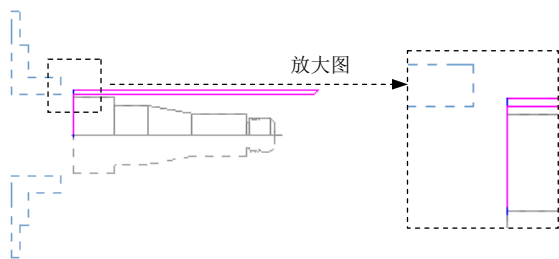

图 13.6.7 刀具路径
Step2. 在“车床-截断 属性”对话框中单击 按钮，完成加工参数的设置，此时系统将自动生成图 13.6.7 所示的刀具路径。
(1) 在“操作管理器”中单击 **刀具路径 - 5.2K - GROOVE_LATHE.NC - 程序号码 0** 节点，系统弹出“路径模拟”对话框及“路径模拟控制”操控板。
(2) 在“路径模拟控制”操控板中单击 按钮，系统将开始对刀具路径进行模拟，结果与图 13.6.7 所示的刀具路径相同，在“路径模拟”对话框中单击 按钮。